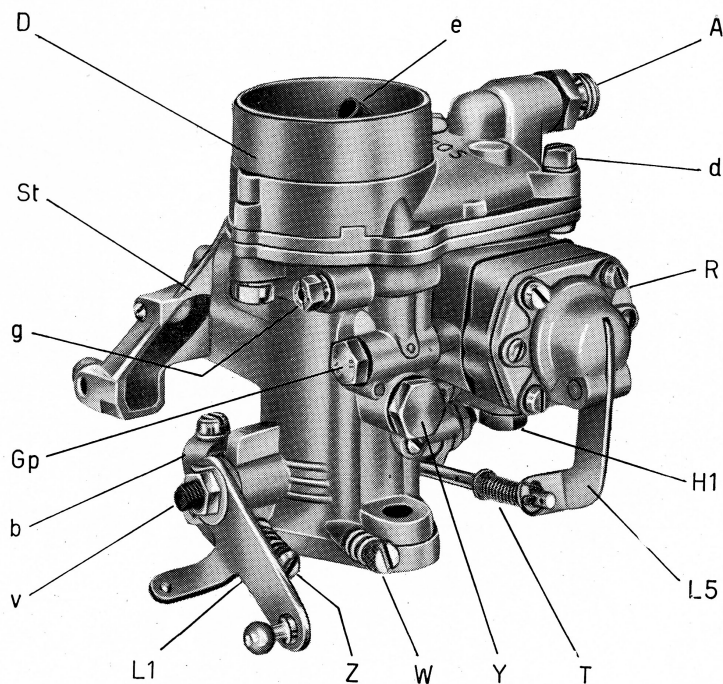

Abb. 1 SOLEX-Vergaser Type 32 PICB – Ansicht
(Abb. 1 – 3)
Durch die **Leerlaufeinstellschraube** (Z), die an einem Widerlager (b) auf der Drosselklappenwelle (v) angebracht ist (Abb. 1 und 14), kann die Drehzahl des Motors im Leerlauf eingestellt werden. Die Verstellung dieser Schraube bewirkt eine Vergrößerung bzw. Verkleinerung des Drosselklappenspaltes durch Veränderung des Anschlags bei der Schließstellung der Drosselklappe. Die Leerlaufdrehzahl wird durch Hineindrehen der Schraube (= Vergrößerung des Spalts) gesteigert, durch Herausdrehen (= Verkleinerung des Spalts) gemindert.